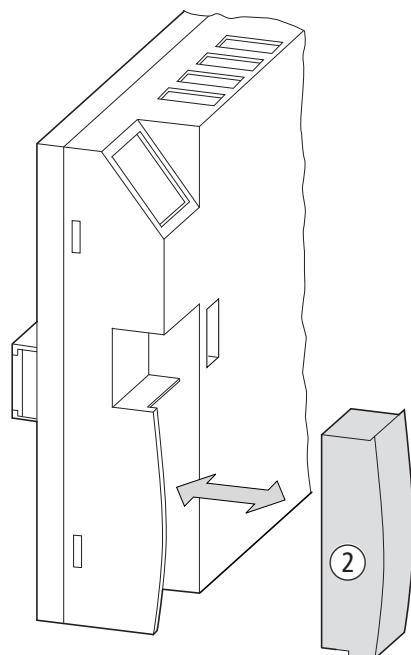

Abbildung 77:Stecken und Entfernen einer Speicherkarte ②
- Entfernen Sie die Abdeckung von der Schnittstelle und stecken Sie die Speicherkarte, → Abbildung 77, Seite 94.